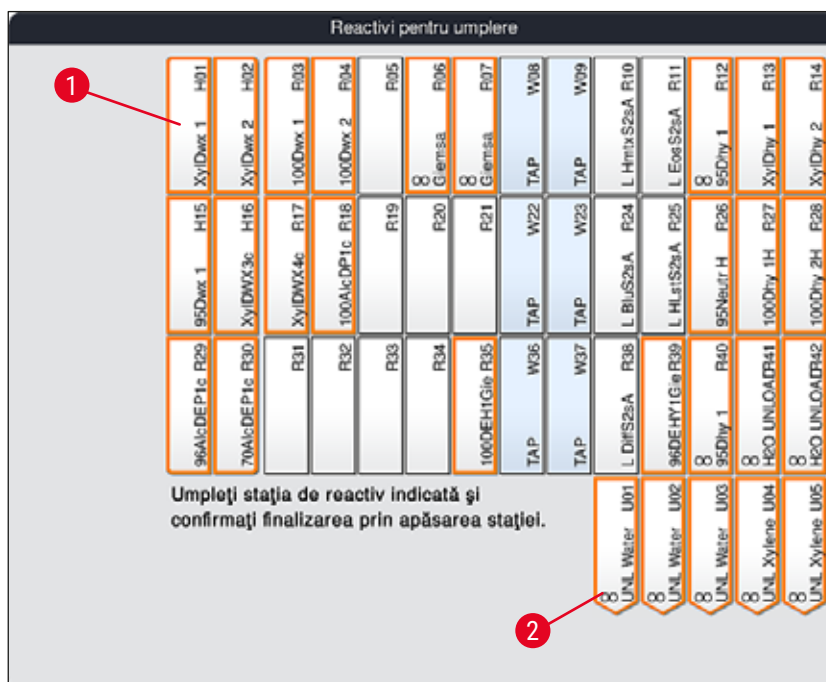

Fig. 56
2. În noua fereastră **Reactivi pentru umplere** (→ "Fig. 56"), stațiile care trebuie umplute sunt marcate în portocaliu (→ "Fig. 56-1").
Numai reactivi definiți de utilizator și adăugați ai programelor de colorare Leica sunt afișate cu un marcaj portocaliu (→ "Fig. 56"). Reactivii din setul de reactivi Leica sunt alimentați ulterior (→ P. 84 – Umplerea reactivilor kitului de reactivi Leica).